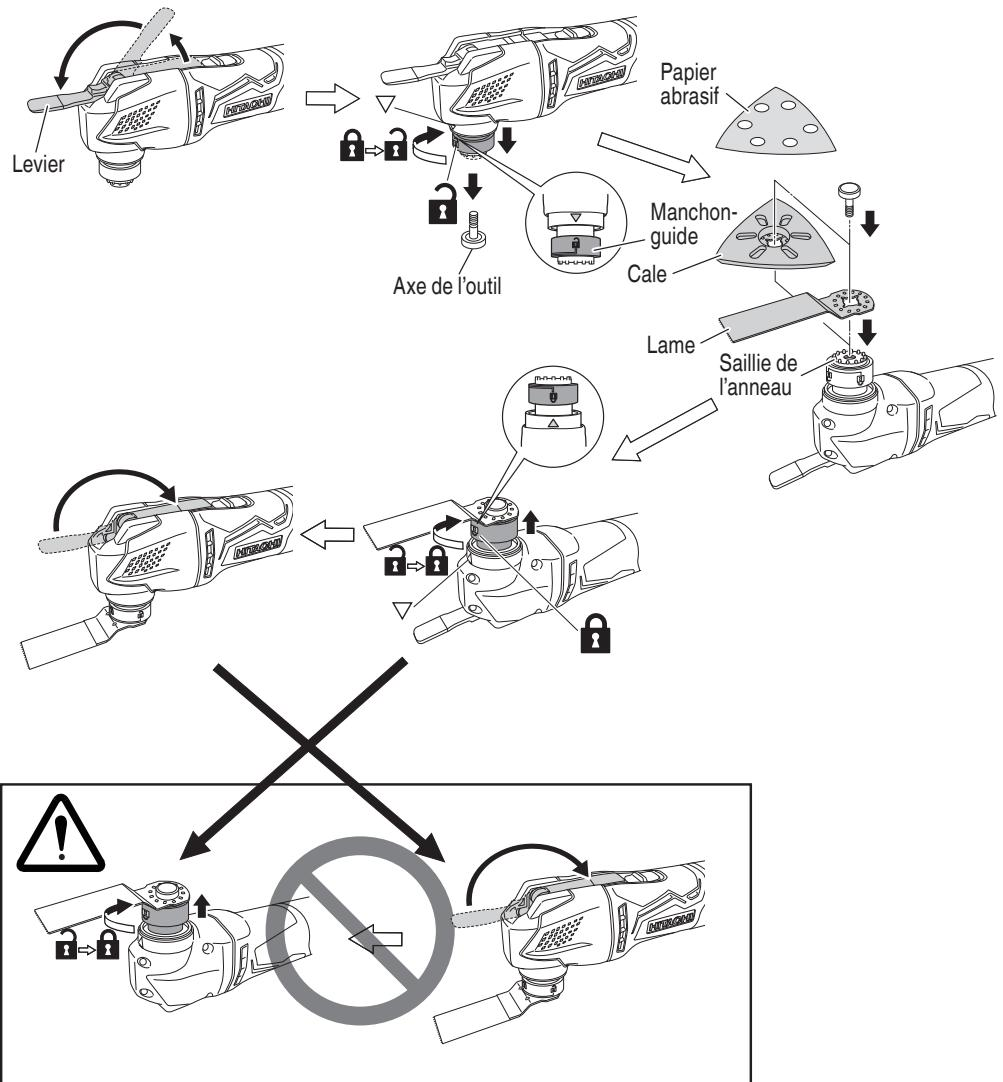

Fig. 3
7. Changement d'outils d'application (Fig. 3)